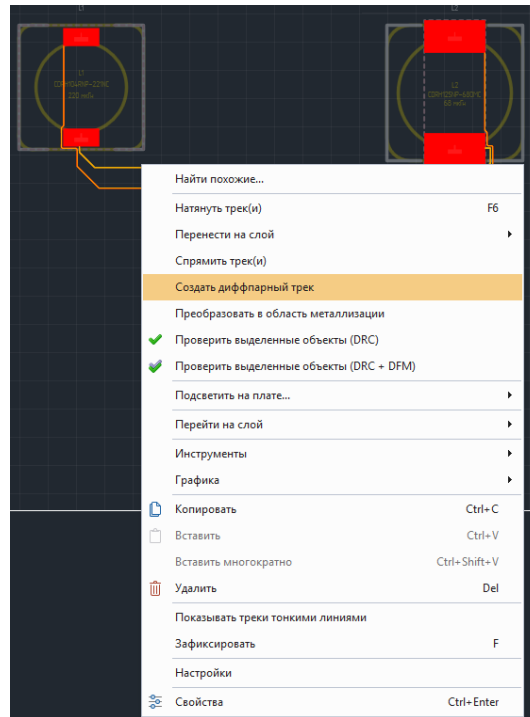

Рис. 352 Создание диффпарного трека
4. Выделить все сегменты созданного ранее дифференциальной пары и из контекстного меню выбрать пункт «Создать диффпарный трек», см. Рис. 352.